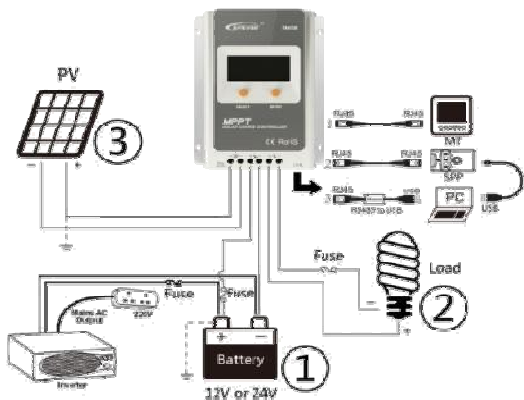

Figure 2-1 Schema di montaggio
1. Collegare i componenti al regolatore di carica seguendo l'ordine in Fig. 2-1, facendo attenzione alle polarità + e -. Non attivare il fusibile in fase di installazione. Quando saranno scollegati tutti i componenti dal regolatore l'ordine resterà memorizzato/conservato in memoria.